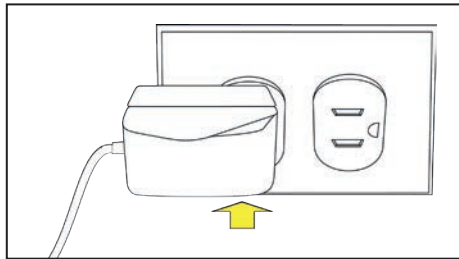

Figura 15. Enchufando el adaptador ca a una toma de corriente de pared.
**PASO 4.** Enchufe el adaptador ca a una toma de corriente de pared. Ver la Figura 15.